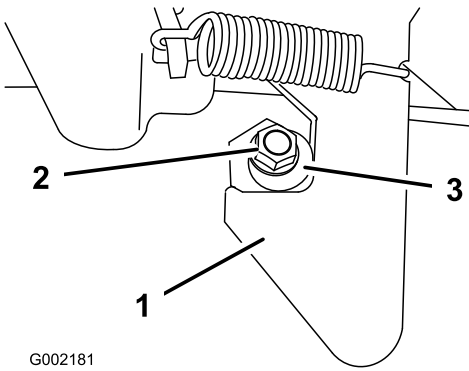

Figura 19
1. Afloje la tuerca del extremo del tope del enganche (Figura 19).
2. Gire el tope en el sentido de las agujas del reloj hasta que quede apretado contra el enganche, luego apriete la tuerca (Figura 19).